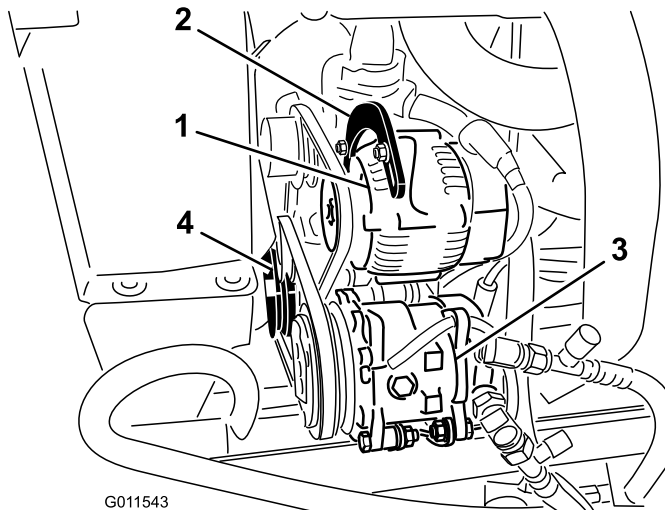

Figure 69
Vérifiez l'état et la tension de la courroie (Figure 69) toutes les 100 heures de fonctionnement.
2. Si ce n'est pas le cas, desserrez les boulons de fixation de l'alternateur (Figure 69). Augmentez ou diminuez la tension de la courroie et resserrez les boulons. Contrôlez de nouveau la flèche de la courroie pour vérifier si la tension est correcte.
2. Si ce n'est pas le cas, desserrez le boulon de fixation de la poulie de tension (Figure 69). Augmentez ou diminuez la tension de la courroie du compresseur et resserrez le boulon. Contrôlez de nouveau la flèche de la courroie pour vérifier si la tension est correcte.